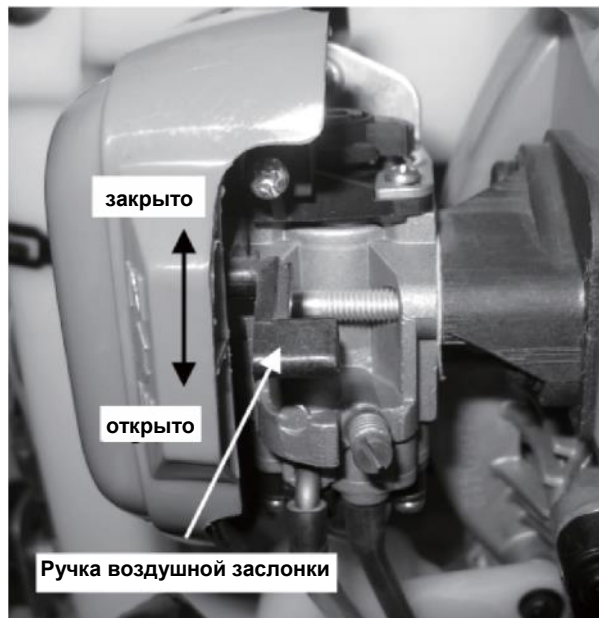

Рисунок 4
5.2.4 Переведите воздушную заслонку (см. рис. 4) в полностью закрытое положение зимой либо при запуске холодного двигателя, либо в полностью открытое положение при запуске горячего двигателя.